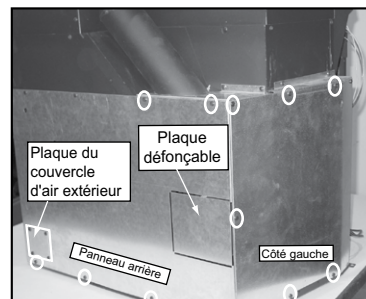

Figure 21.3
Application sur une évacuation supérieure : Laissez la plaque d'abattage en place. **Figure 21.3**
1. Installez le panneau arrière en utilisant 4 vis le long du bas et 2 vis dans la pièce d'angle gauche du carénage dans la partie supérieure. **Figure 21.3.**
3. Reliez le panneau de carénage de gauche à l'aide de sept vis, 3 en haut et en bas et 1 de côté. **Figure 21.3.**